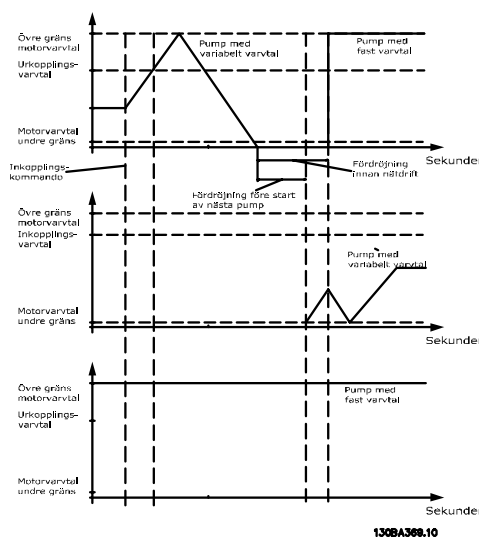

Bild 3.80
0.5 s* [par. 25-58 - 5.0 s]	Den här parametern är endast aktiv om alternativet som har valts i 25-50 Alternering av huvudpump inte är Av [0]. Den här parametern ställer in tiden mellan stopp av den gamla pumpen med variabelt varvtal och start av den här pumpen som en ny pump med fast varvtal. En beskrivning av inkoppling och alternering finns i Bild 3.80.